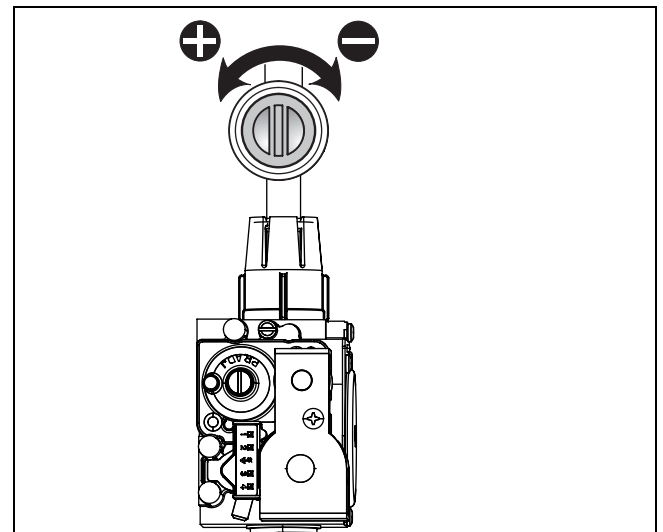

Fig. 41
- ▶ Agendo sulla valvola di regolazione della portata del gas (fig. 41), impostare il valore di CO2 corrispondente alla potenza termica nominale risc., come da tabella.